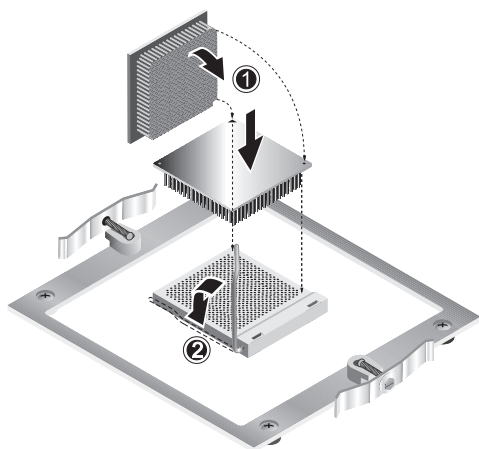

图 4-11 安装 CPU
3. 将 CPU 的 1 号插针（即有切口的边角）与插座的 1 号孔位（在插座边角上用箭头标示）对齐。请参见图 4-11。
5. 当 CPU 插入插座后，按下插座侧面的固定杆，并使其锁扣到位（参见图 4-11 中的 (2)）。